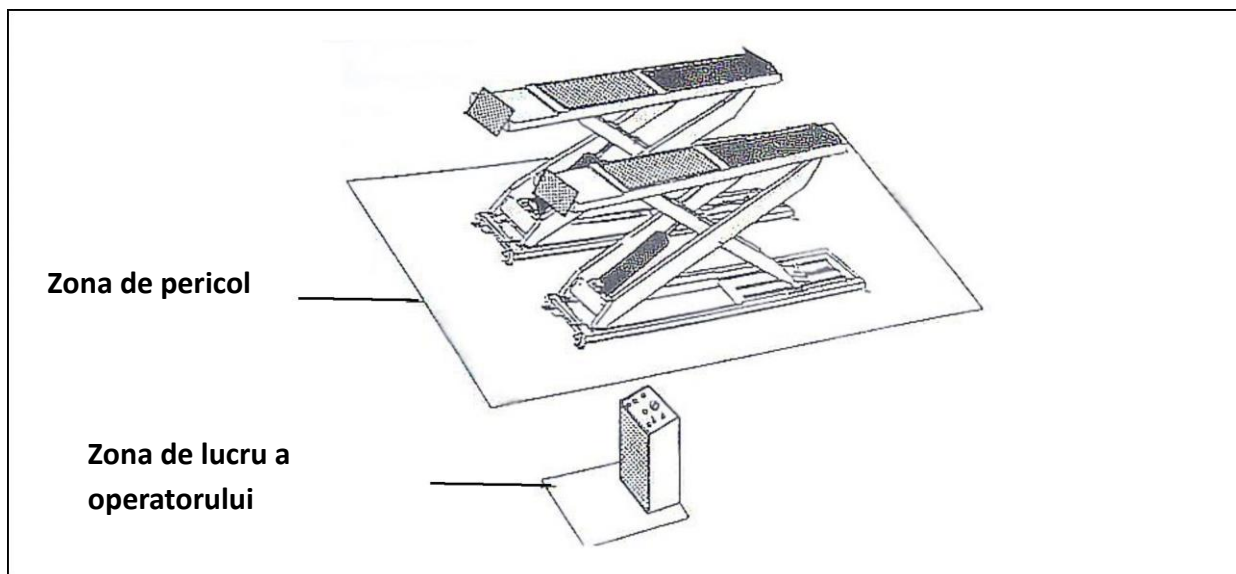

Fig. 8
- Nu intrați în zona de pericol în care are loc ridicarea de vehicule (**Fig. 8**),